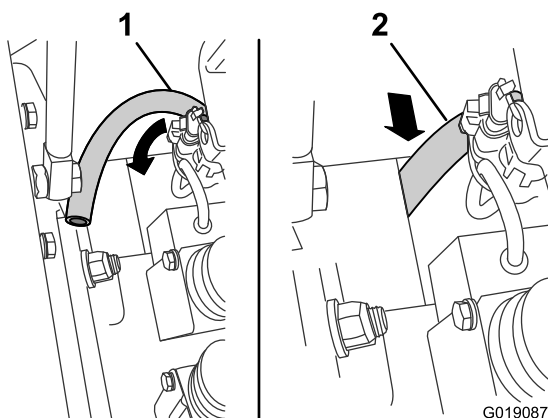

Figura 56
4. Limpie el extremo del tubo de vaciado, tire del tubo hasta el compartimento del motor, y colóquelo en la posición de almacenamiento (Figura 56).